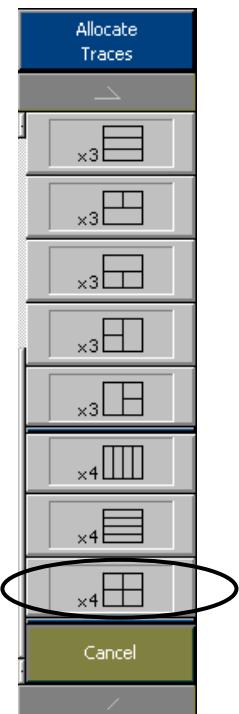

Рис. 1.2. Варианты расположения графиков
12. Установите число отображаемых графиков (**Display => Num of Traces**) равным 4, формат вывода графиков на экран дисплея – x4 (**Display => Allocate Traces =>** выбрать из списка необходимый способ отображения) (рис. 1.2).